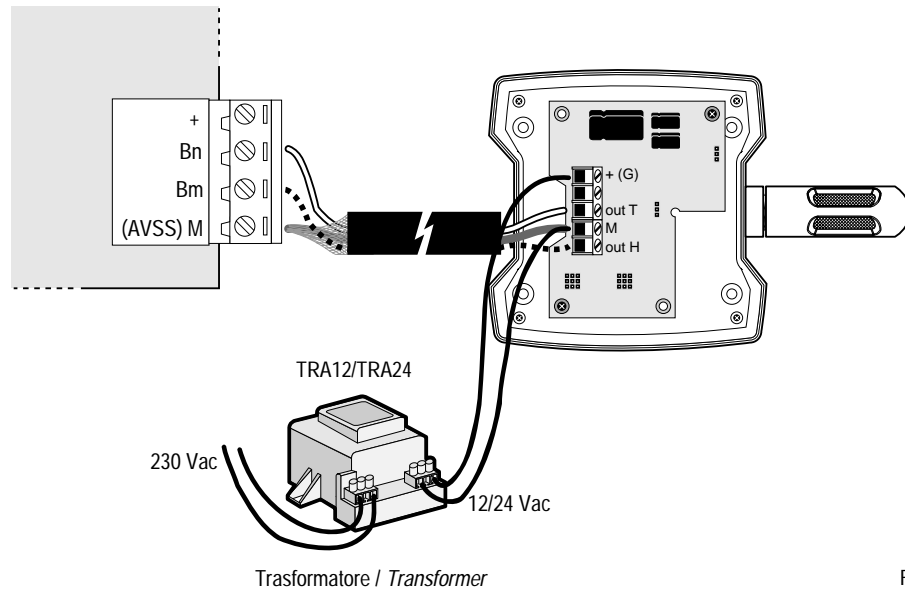

Fig. 4
Per evitare gli errori di misura dovuti alla corrente di alimentazione si può utilizzare un'alimentazione supplementare da un trasformatore esterno (es.: cod. Carel TRA12VDE00 o TRA2400001), da collegarsi come riportato in fig. 4.
**Avvertenza:** il trasformatore non deve essere collegato a terra e può essere posizionato nel quadro del regolatore. Il cavo di collegamento sarà un multipolare da 4 o 5 fili. In tale situazione non scorre corrente di alimentazione sulla connessione M - AVSS. In installazioni con più sonde, ognuna deve essere alimentata dal proprio trasformatore. Con tale configurazione la distanza massima di remotazione è di 100 m (vedi fig. 4).
Fig. 4 shows the connection wiring diagrams to the terminals, as well as the pin-strip configurations for changing the universal outlet from voltage (default) to current.
To avoid errors in measurement due to the current from the power supply, a supplementary power supply with external transformer may be used (e.g.: Carel code TRA12VDE00 or TRA2400001), and should be connected as described in Fig. 4.
**Warning:** the transformer must not be earthed, and can be installed in the control's electrical panel. The connection cable used should be a 4- or 5-lead multi-pole cable. In this situation, power will not flow to the M - AVSS connection. In installations with more than one probe, each probe must be powered by its own transformer. Such a configuration allows a max. distance for remote control of 100m (see Fig. 4).
Nel caso di alimentazione in alternata è indispensabile utilizzare cavi aventi sezione di 1,5 mm2 per ridurre il rumore dovuto alla corrente di alimentazione. Tale rumore può provocare, in qualche caso, instabilità di misura che può essere eliminata con alimentazione in continua o con un'alimentazione supplementare come riportato in Fig. 4.
In case of alternating current power supplies the cables used must have a 1.5mm2 cross-section, to reduce noise due to the current from the power supply. This noise may result, in some cases, in unstable measurements, and can be prevented by using a direct current power supply or a supplementary power supply, as described in Fig. 4.